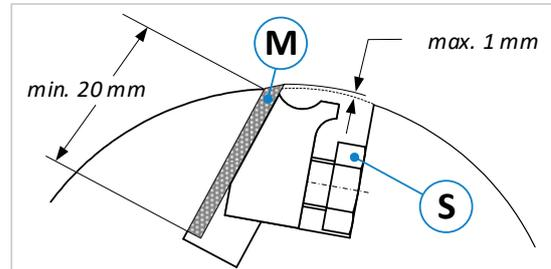

Figure 68 : arbre cannelé
- Les lames de rabot (**M**) ne doivent être réaffûtées que jusqu'à ce qu'une longueur de serrage minimale de 20 mm puisse être respectée avec un dépassement de lame de 1 mm maximum (voir ⇒ Figure 68).
- Voir ⇒ Figure 68 ci-dessus : avec une clé à fourche étroite 17 mm, débloquez dans l'ordre toutes les vis (**S**) et retirez les lames émoussées (**M**).